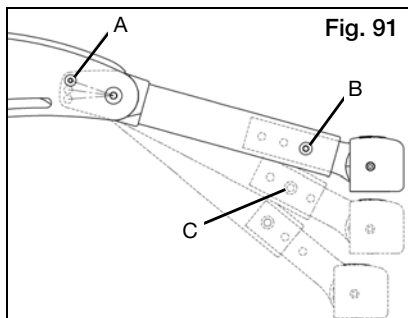

Fig. 91
- Utilizando una llave Allen de 4mm (5mm si se instala la opción para vehículo) y una llave de 10mm, remueva el tornillo (Fig. 91:B) y deslice la extensión del caster hacia adentro o fuera, según sea necesario.
- Utilizando una llave Allen de 3mm y una llave de 10mm, remueva el tornillo (Fig. 91:A) con un ajustador y rote el brazo del caster a la posición deseada.
NOTA: Si lo desea, el ajuste de altura puede ser cambiado con un cambio insignificante en la base de la silla al extender la extensión del caster mientras se aumenta el ángulo del brazo del caster (Ver Fig. 91:B y C como un ejemplo).